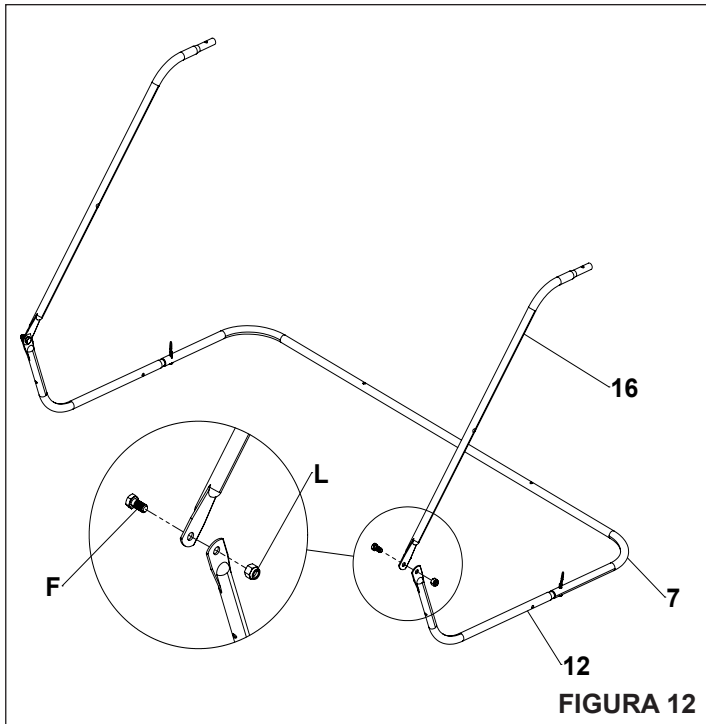

FIGURA 12
- Inserte el marco inferior de la tolva (12) en la tolva superior (7). Alinee los orificios de montaje.
- Asegure los tubos utilizando el pasador de horquilla (K) y la chaveta (R).
PASO 12: (VEA LA FIGURA 12)
- Inserte la parte frontal superior de la tolva (16) en la parte inferior de la tolva (12). Alinee los orificios de montaje.
- Asegure la parte superior frontal de la tolva con el perno hexagonal (F) y la tuerca autofrenante (L).